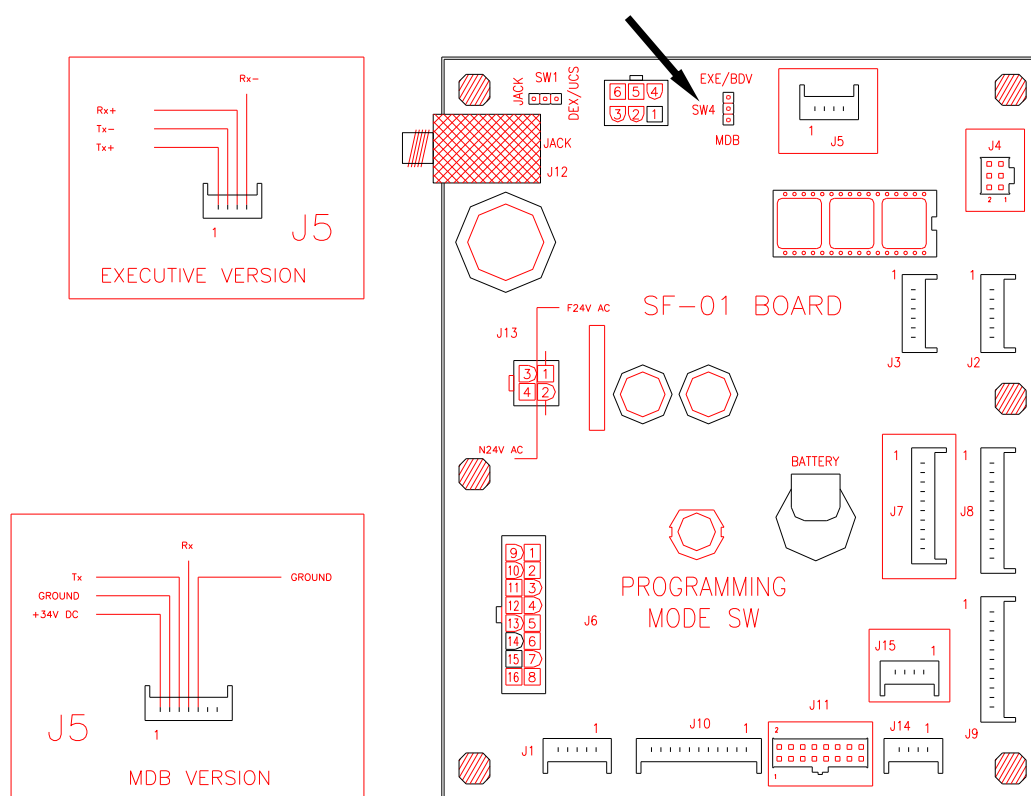

FIG. 3.5 – CONVERSIONE MDB / EXECUTIVE SCHEDA SF01
- per modificare questo parametro, spostare l'interruttore dip (ponticello) posizionato tra il connettore **"MDB"** e **"EXE"** e seguire la serigrafia sulla scheda (rif. Fig. 3.5)